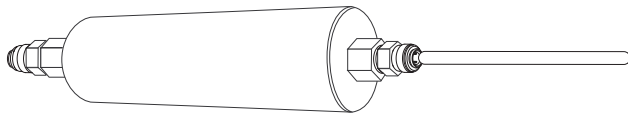

Figura 2
5. Remítase a la sección debajo "Utilización de los accesorios de presión", inserte el tubo de suministro de agua al refrigerador en el accesorio de presión que se encuentra en el filtro (ver Figura 2).